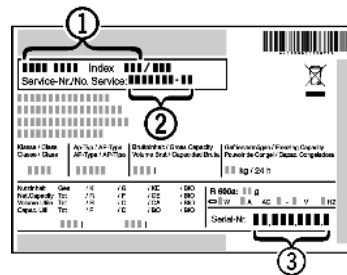

Fig. 34
► Relever la désignation de l'appareil Fig. 34 (1), le n° de service Fig. 34 (2) et le n° de série Fig. 34 (3) sur la plaquette signalétique. Cette plaquette se trouve sur la paroi intérieure gauche de l'appareil.
► Informer le S.A.V. et lui communiquer la panne, la désignation de l'appareil Fig. 34 (1), le n° de service Fig. 34 (2) et le n° de série Fig. 34 (3).